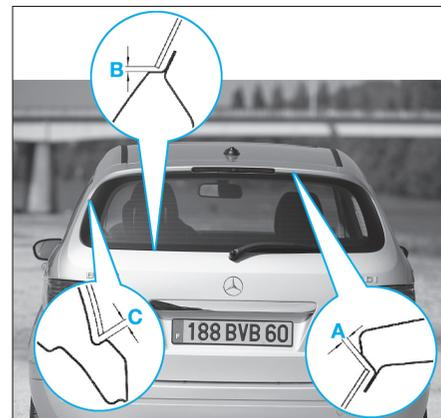

Fig. 2
- Reposer la lunette arrière en respectant les écarts entre l'encadrement et la lunette arrière (**Fig.2**).